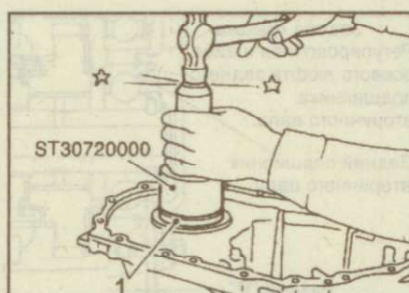

Рис. 9.164. Установка наружного кольца (1) подшипника дифференциала
4. Установите выбранную регулировочную шайбу и наружное кольцо подшипника дифференциала (рис. 9.164).